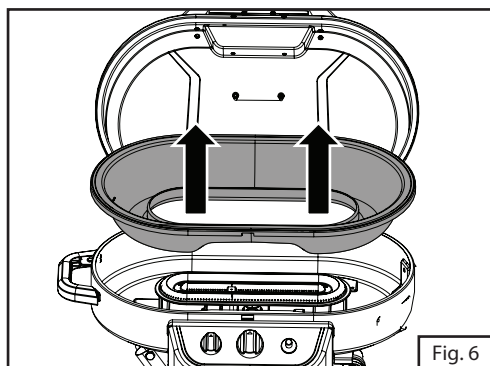

Fig. 6
4. Retirez le bac à eau et mettez-le de côté. (Fig. 6)